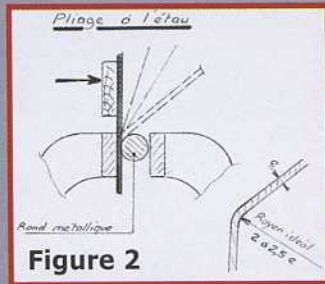

Figure 2
4) Le pliage ne se fait jamais à angle vif (voir figure 2).